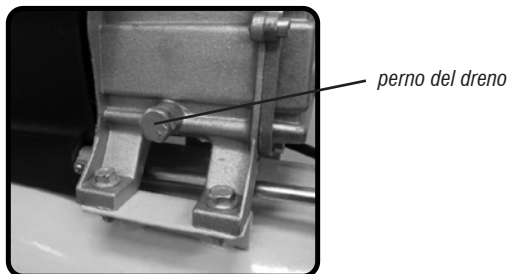

Fig. 13 - Perno del drenaje del cárter
- Retire el perno del drenaje, Fig. 13, girando en el sentido contrario a los punteros del reloj;